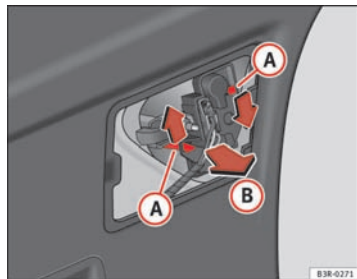

Fig. 237 Dépose du support d'ampoules
- Appuyez sur les languettes A ⇒ fig. 237 dans le sens des flèches et retirez le support d'ampoules en tirant dans le sens de la flèche B.